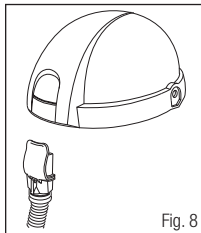

Fig. 8
2. Encaixe a extremidade retangular da traquéia L-122 3M™ na tomada de ar do capacete da série L. Empurre até que o prendedor encaixe e dê um estalo na sua posição correta (Fig. 8).